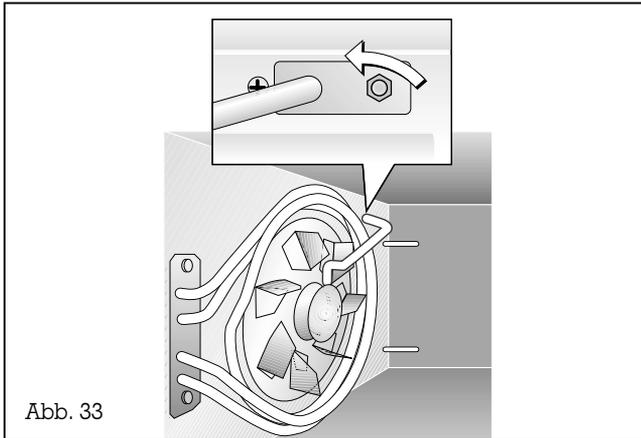

Abb. 33
- Demontieren Sie das Zulaufrohr, indem Sie zuerst die Mutter (SW8) entfernen und dann das Zulaufrohr aus der Halterung ziehen (Abb. 33).